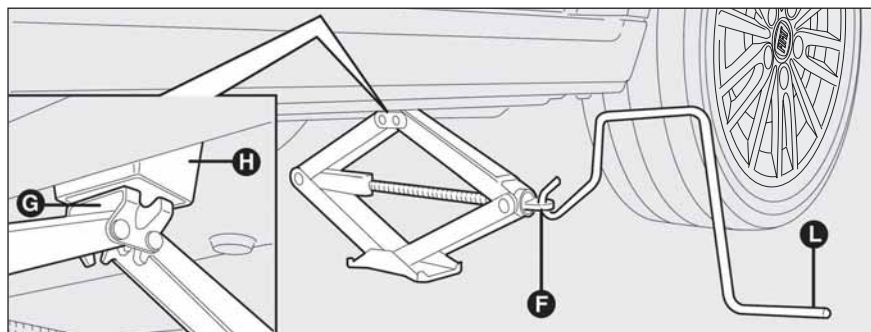

fig. 8
- ☐ accione el dispositivo **F-fig. 8** para extender el gato, hasta que la parte superior **G-fig. 8** se introduzca correctamente en el dispositivo de sujeción **H-fig. 8**;
- ☐ introduzca la manivela **L-fig. 8** para accionar el gato y levantar el coche hasta que la rueda se alce algunos centímetros del suelo;
- ☐ accione la manivela **L-fig. 8** del gato para bajar el coche y quite el gato;